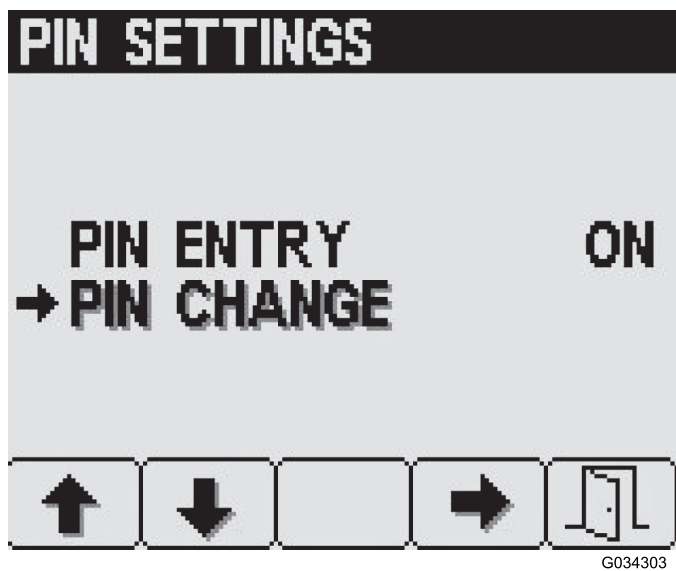

图17
3. 从 PIN Settings（PIN 设置）屏幕，按下 2 号按钮直至到达各个 PIN Change（PIN 更改），然后按 4 号按钮选择 PIN Change（PIN 更改）（图17）。